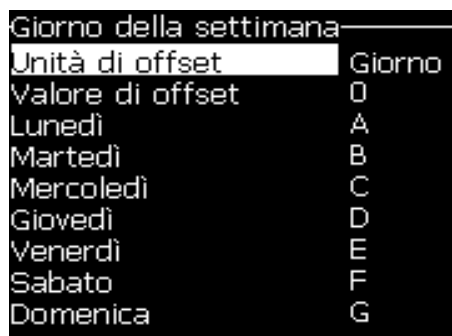

Figura 5-46: Giorno della settimana codificato
- 3 Selezionare *Impostare giorno della settimana codificato* quindi premere *Invio* per aprire la finestra di dialogo *Giorno della settimana* (consultare Figura 5-46).